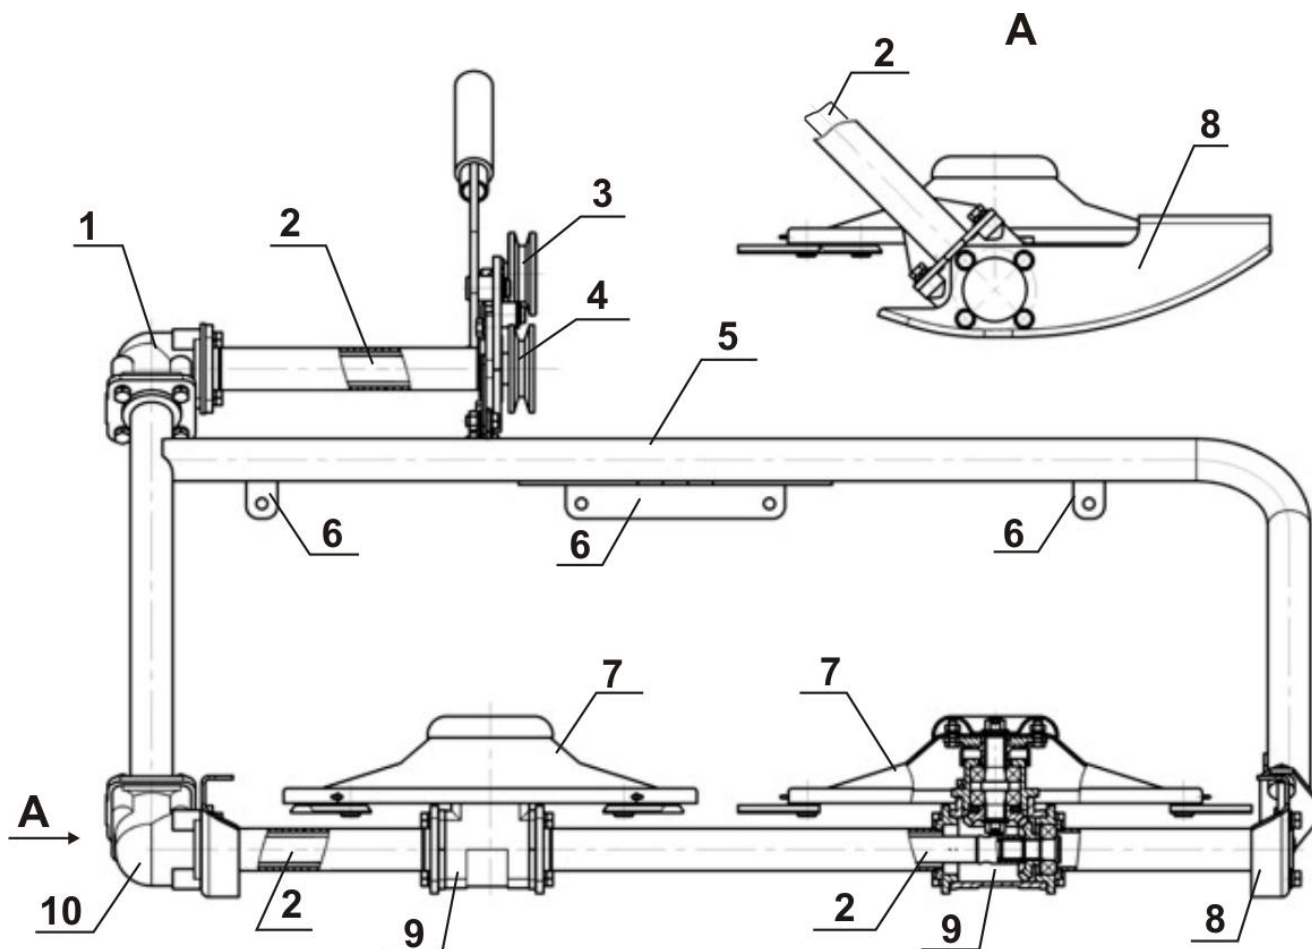
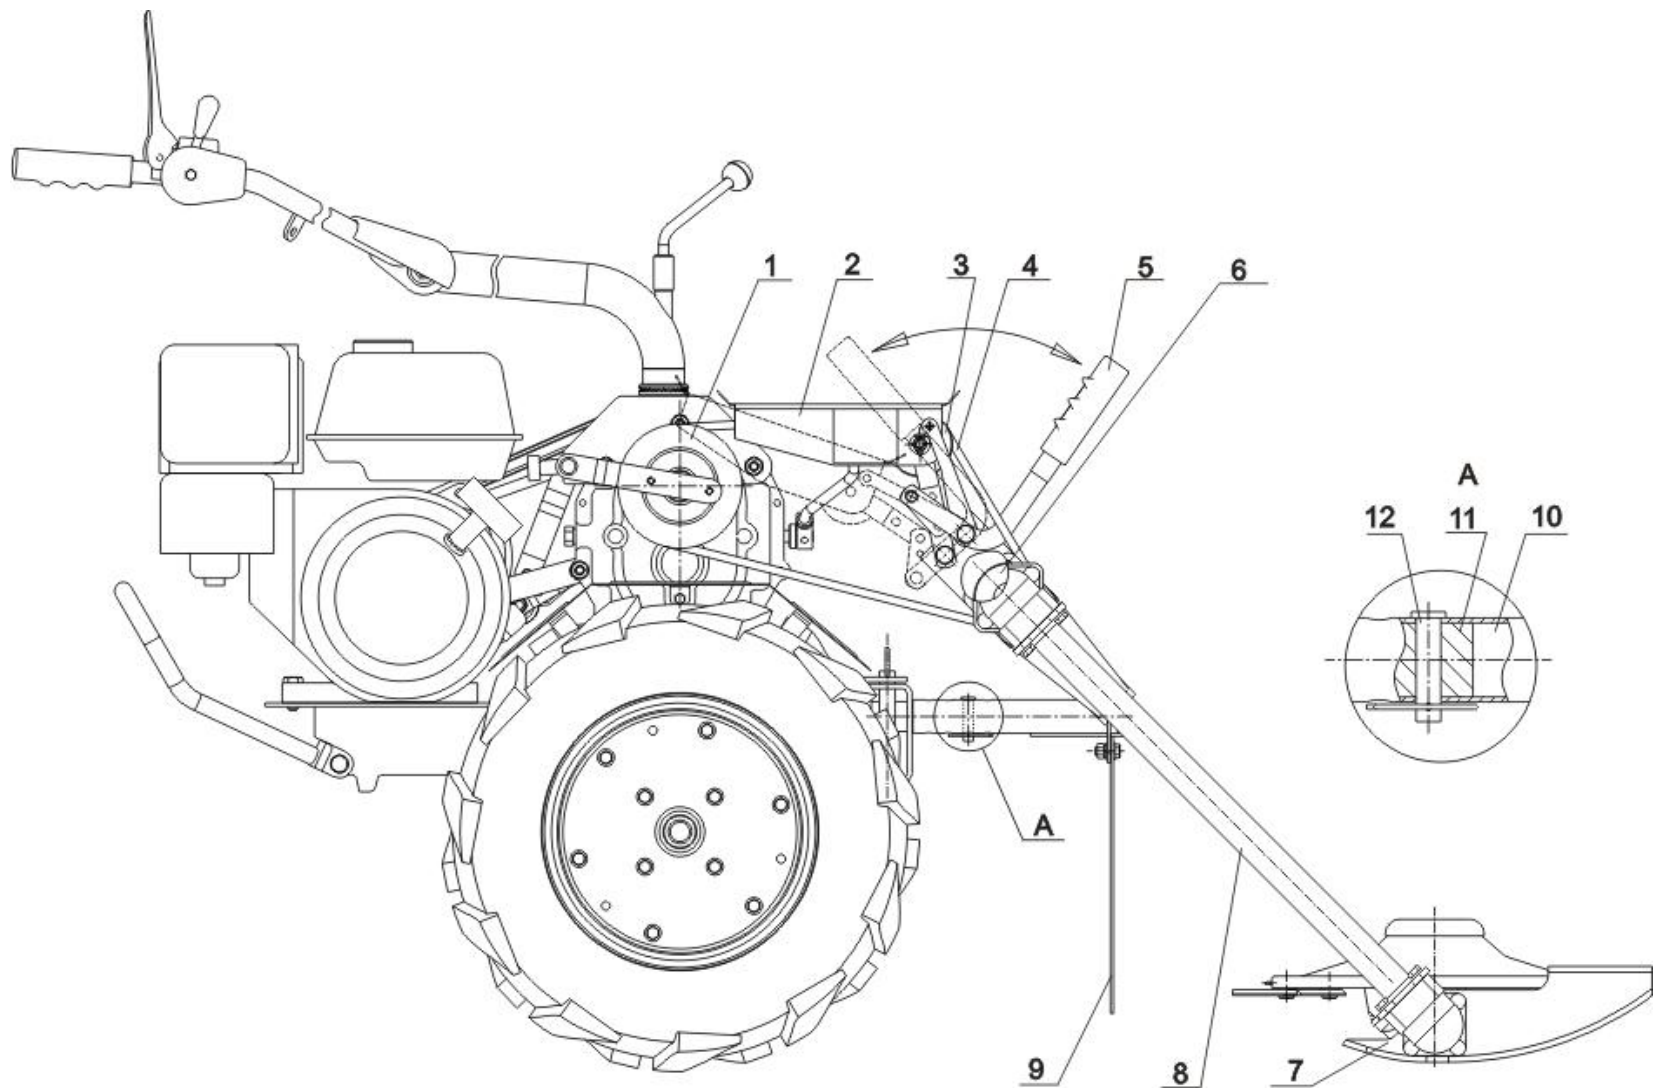
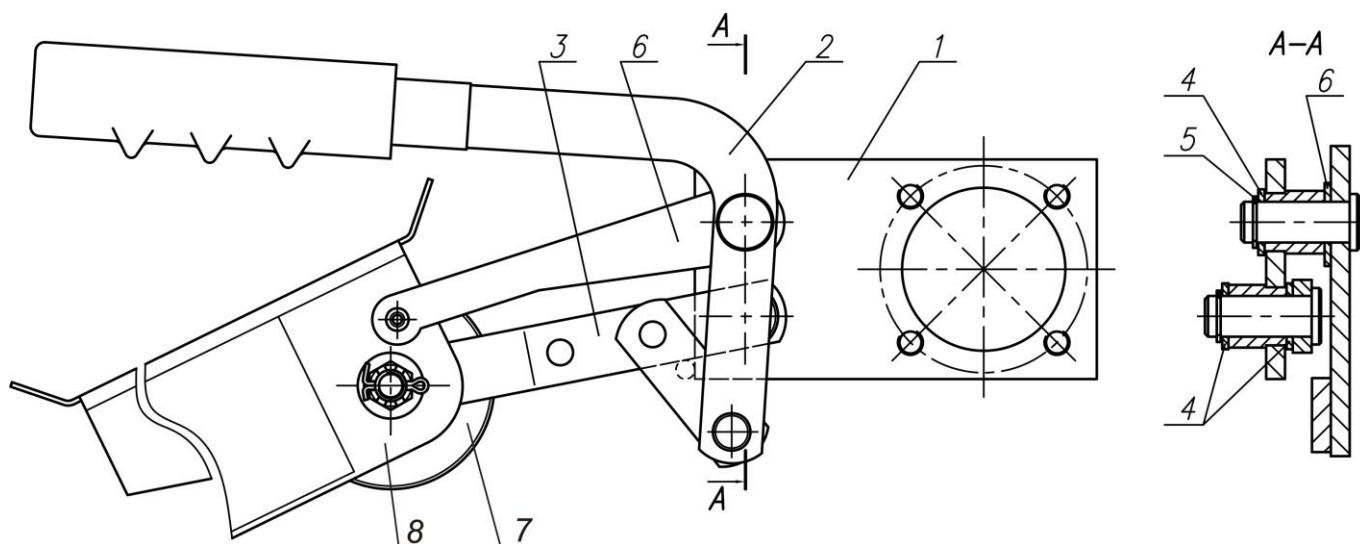

Рис. 1. Косилка КР-2.
Рис. 3. Установка косилки на мотоблок.
Рис. 4. Натяжное устройство.
(фамилия и должность ответственного за проведение предпродажной подготовки)	3. Сборка и установка на косилку деталей, снятых при упаковке. 3.1. Для установки в рабочее положение натяжного устройства отверните один болт М8х18 крепления кронштейна, поверните кронштейн на 90° (см. рис.3) и закрепите двумя болтами М8х18 и двумя болтами М8х14.
(дата) (подпись)	3.2. Установите рычаги натяжного устройства и натяжного ролика в соответствующие отверстия пластины натяжного устройства. Обратите внимание, что перед установкой на ось рычага натяжного устройства должна быть надета тяга закрытия ремня, а кулиса рычага натяжного устройства надевается на соответствующую ось рычага ролика (см. рис. 4).
Печать предприятия, проводившего работы	3.3. Установите защитное закрытие с помощью болтов М8х20 согласно рис. 1 и 3 данного паспорта. ЗАПРЕЩАЕТСЯ работать без защитного закрытия.
Общий вид косилки представлен на рис. 1. Конструкция роторов и привода приведена на рис. 2. На рис. 3 показана установка косилки на мотоблок.
Передача крутящего момента от приводного шкива косилки 4 (рис. 1) к роторам осуществляется с помощью приводных валов 2 и шестерен конических 12 (рис. 2).
Для передачи крутящего момента от приводного шкива мотоблока на приводной шкив косилки 4 косилка комплектуется натяжным устройством рис. 4 которое монтируется на косилку.
Косилка устанавливается на штыре 11 сцепного устройства мотоблока (рис. 3) и крепится стопором 12 из комплекта мотоблока. Приводной шкив мотоблока соединяется с приводным шкивом косилки клиновым ремнем 4 (рис. 3). При перемещении рычага 5 (рис.3) в верхнее рабочее положение натяжной ролик 3 натягивает ремень, включая в работу трансмиссию косилки. При повороте рычага в нижнее положение ослабляется натяжение ремня и косилка отключается. Требуемое натяжение ремня осуществляется совмещением отверстий под стопор на штыре мотоблока и на косилке, имеющих равный шаг. Для защиты ног оператора предусмотрено защитное закрытие 9 (рис. 3), которое крепится на раме косилки 5 (рис.1) четырьмя болтами и гайками.
11.2.3. Установите натяжное устройство на косилку, закрепив пластину 1 (рис.4) болтами как показано на рис. 3.
11.2.4. Установите косилку на штырь 11 (рис.3) мотоблока и зафиксируйте стопором 12 из комплекта мотоблока. Предварительная регулировка свободного положения ремня осуществляется перемещением и совмещением отверстий под стопор на валу сцепки мотоблока и на трубе косилки 10 (рис.3), имеющих равный шаг.
- при включенном натяжном устройстве (рычаг 5 рис. 3) в верхнем рабочем положении прогиб ремня на большом плече (сторона противоположная натяжному ролику) должен быть 15...20 мм от усилия руки.
После первых 30 мин. работы новой косилки необходимо остановить двигатель мотоблока и проверить затяжку крепежных элементов (рис.3). При необходимости затянуть и законтрить.
- состояние и натяжение клинового ремня 4(рис.3) согласно п.11.3 и клинового ремня привода сцепления мотоблока согласно руководству по эксплуатации на мотоблок;
13.2.2. Для заполнения редуктора углового верхнего 1 (рис. 1) необходимо отвернуть 4 болта крепления редуктора к раме 5, затем снять редуктор 1 вместе с приводом от шкива ведомого 5. Заполнить полость редуктора смазкой Литол-24 в объеме 50 см³, затем произвести сборку в обратном порядке.
13.2.3. Для заполнения редуктора углового нижнего 10 (рис. 1) необходимо отвернуть 4 болта крепления редуктора к раме 5 и два болта крепления корпуса редуктора ротора к раме 5, затем снять редуктор угловой нижний 10 и два редуктора ротора с роторами. В полость редуктора углового нижнего 10 добавить 50 см³ Литола-24, затем произвести сборку в обратном порядке.